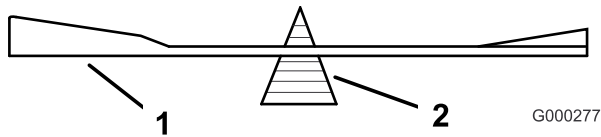

図 80
2. ブレードバランサーを使ってバランスを調べる 図 80。